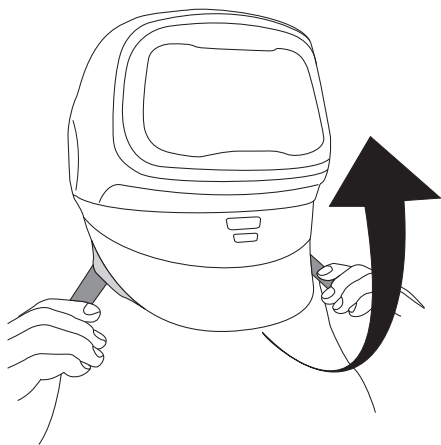

Fig. 7a
- a. Para levantar, tira hacia afuera y hacia arriba las lengüetas ubicadas a ambos lados del sello facial. Para bajar, tira las lengüetas hacia abajo y asegúrate de que el sello facial esté colocado debajo de la barbilla. Asegúrate de que el protector interno esté completamente hacia abajo y que cubra tu cara. La careta para soldar debe quedar nivelada sobre la cabeza con el sello facial apenas sobre tu cara (Fig. 7a).